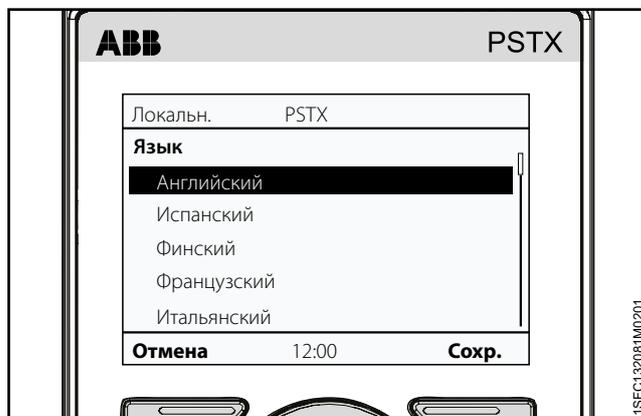

Рис. 6.30
5. Используйте клавиши и для выбора языка. См. Рис. 6.30.